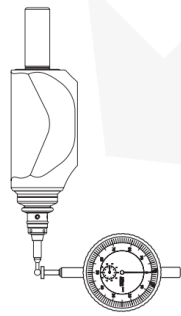

Fig. 4
- Impostare l'indicatore su zero (Fig. 4)